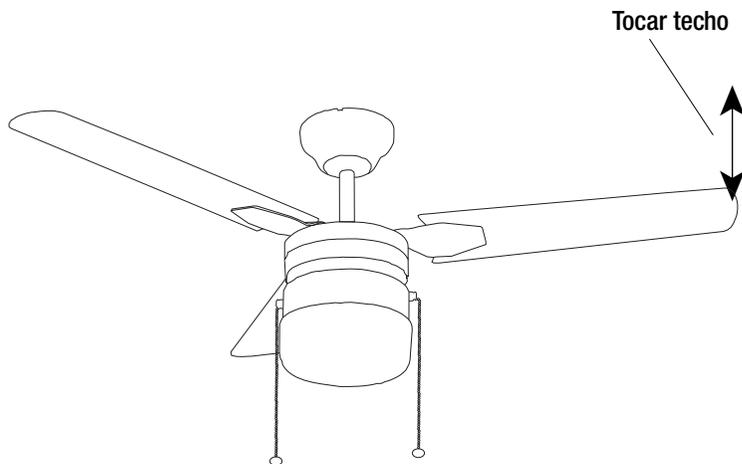

Figura 14
- La mayoría de problemas de bamboleo ocurren cuando los niveles de las aspas son desiguales. Compruebe este nivel seleccionando un punto en el techo sobre la punta de una de las aspas. Mida esta distancia como se muestra en la Figura 14. Gire el ventilador hasta que la siguiente aspa esté ubicada para medición. Repita para cada aspa. Las medidas deben estar dentro de 1/8 pulg.